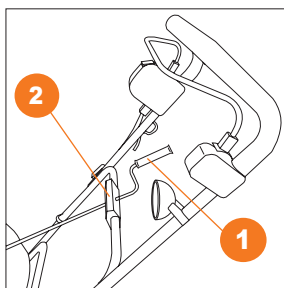

Рис. 10
- Проденьте ручку изменения направления выброса **1** в фиксатор **2** расположенный на нижней рукоятке DAST 2600E (Рис. 10).